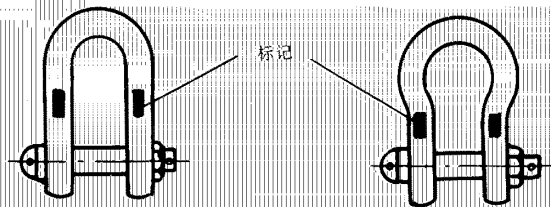

图3
5.1 每个卸扣经试验合格后,应在规定的标记处(见图3)打上钢号、标准号以及制造厂名和厂标记。